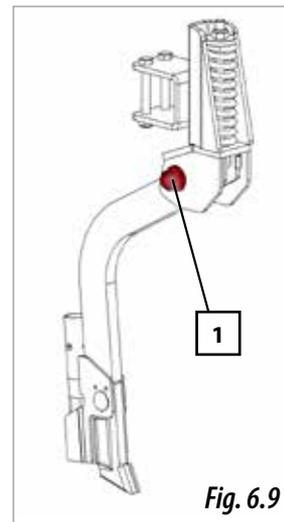

Fig. 6.9
- BRAS DE SEMIS FIXES (Fig. 6.9)
Le bras est fixé au support à l'aide d'une vis spéciale estampée SOLÀ (1, Fig. 6.9) avec un écrou autobloquant. En agissant sur cet écrou, le jeu latéral est contrôlé.